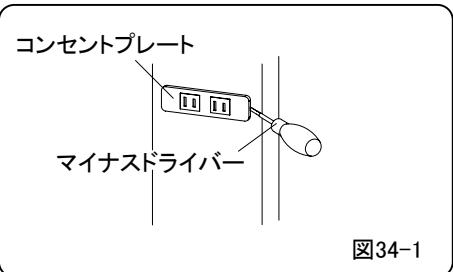

図34-1
- ①コンセントプレートをマイナスドライバーではさしてください。(図34-1)